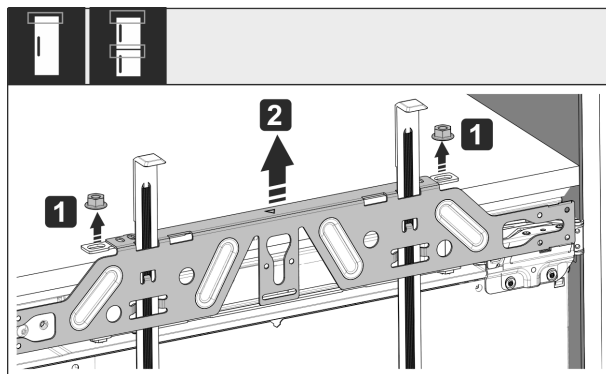

Fig. 49
- Svitare i controdadi Fig. 49 (1).
- Togliere la traversa di fissaggio Fig. 49 (2).